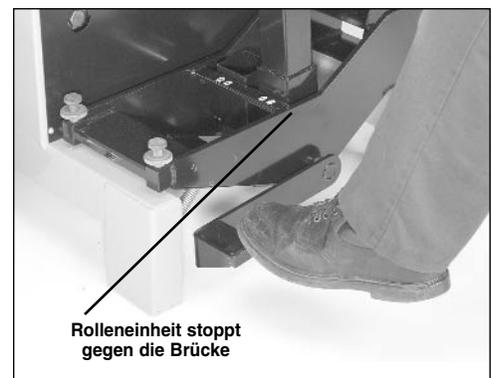

Bild 8
5. Die Rolleneinheit sperren. Dazu die Griff Sperre nach unten drücken, bis die Rolleneinheit fest gegen die Brücke anliegt (siehe Bild 8).